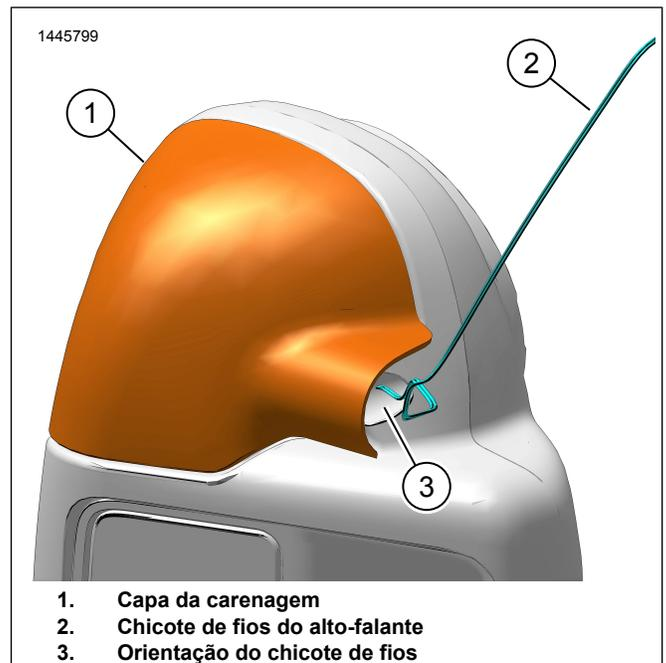

Figura 13. Passagem do chicote de fios
- Veja a figura 13. Instale a capa da carenagem inferior (2).